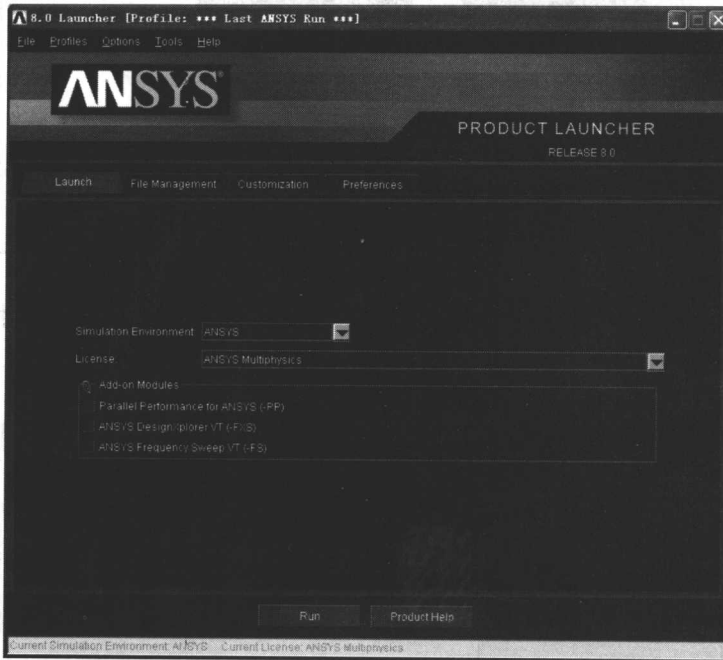

图1-8 【ANSYS 8.0 Launcher】程序设置界面
- (1) 依次选取【开始】/【所有程序】/【ANSYS 8.0】/【Configure ANSYS Products】选项，打开【ANSYS 8.0 Launcher】程序界面进行预先设置，主要设置内容包括模块选择、文件管理、用户管理和程序初始化设置等，如图 1-8 所示。